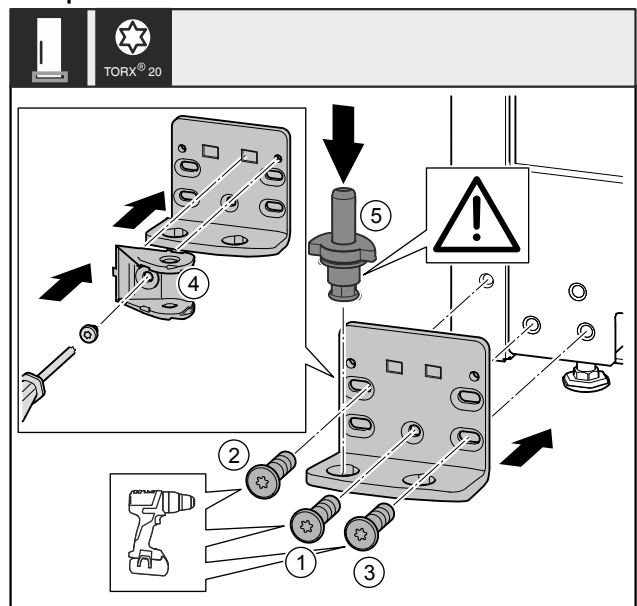

Fig. 37 *
- ▶ Aplicaţi suportul de lagăr pe partea opusă şi înşurubaţi-l cu ajutorul unei şurubelniţe. Începeţi cu şurubul Fig. 37 (1) de jos din centru.*
- ▶ Înşurubaţi ferm şurubul Fig. 37 (2) şi şurubul Fig. 37 (3).*
- ▶ Rotiţi îmbinarea amortizorului de închidere Fig. 37 (4) cu 180°. Înşurubaţi pe partea opusă a suportului de lagăr cu şurubelniţa.*
- ▶ Introduceţi complet bolţul de lagăr Fig. 37 (5). Aveţi grijă aici ca respectiva camă de fixare să fie îndreptată către înapoi.*